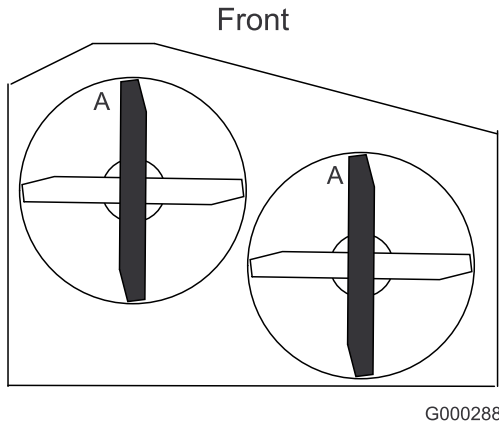

Figure 50
3. Tournez les lames dans le sens longitudinal. Mesurez la distance entre la surface plane et le tranchant (position **A**) des lames (Figure 50).